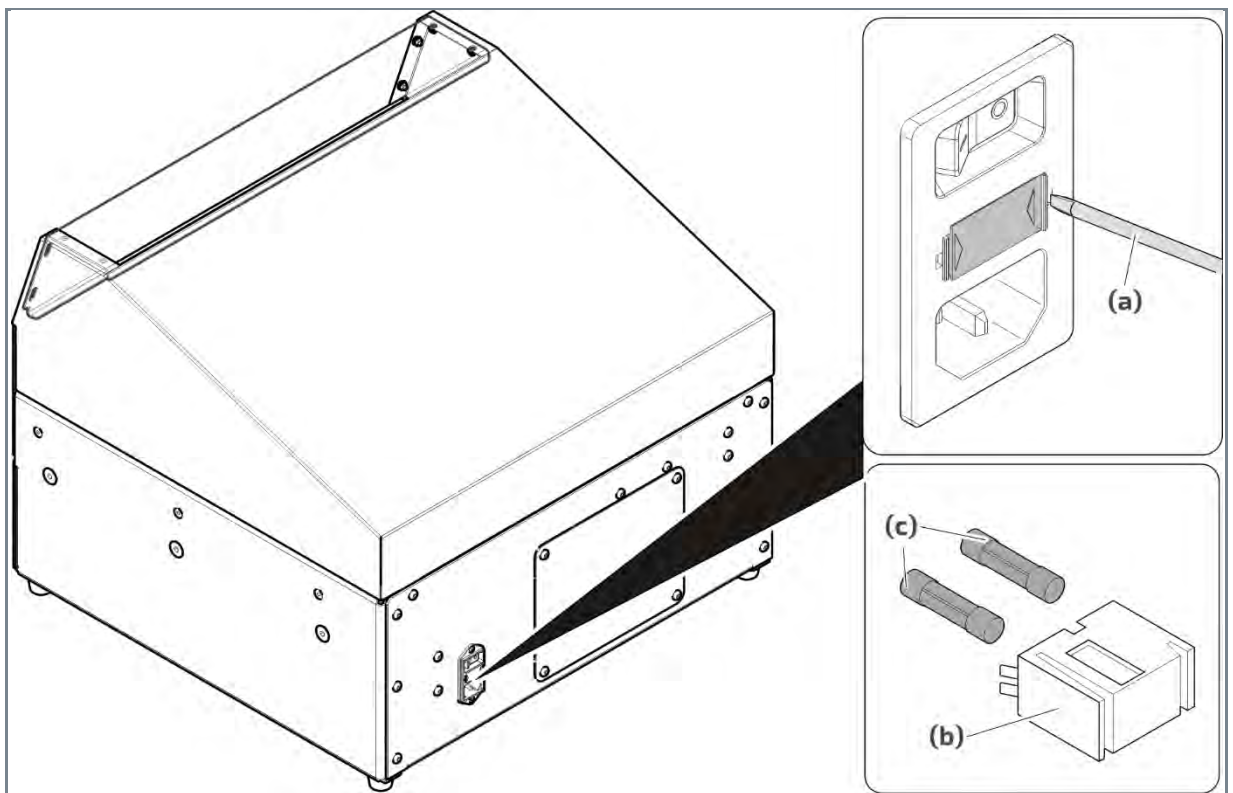
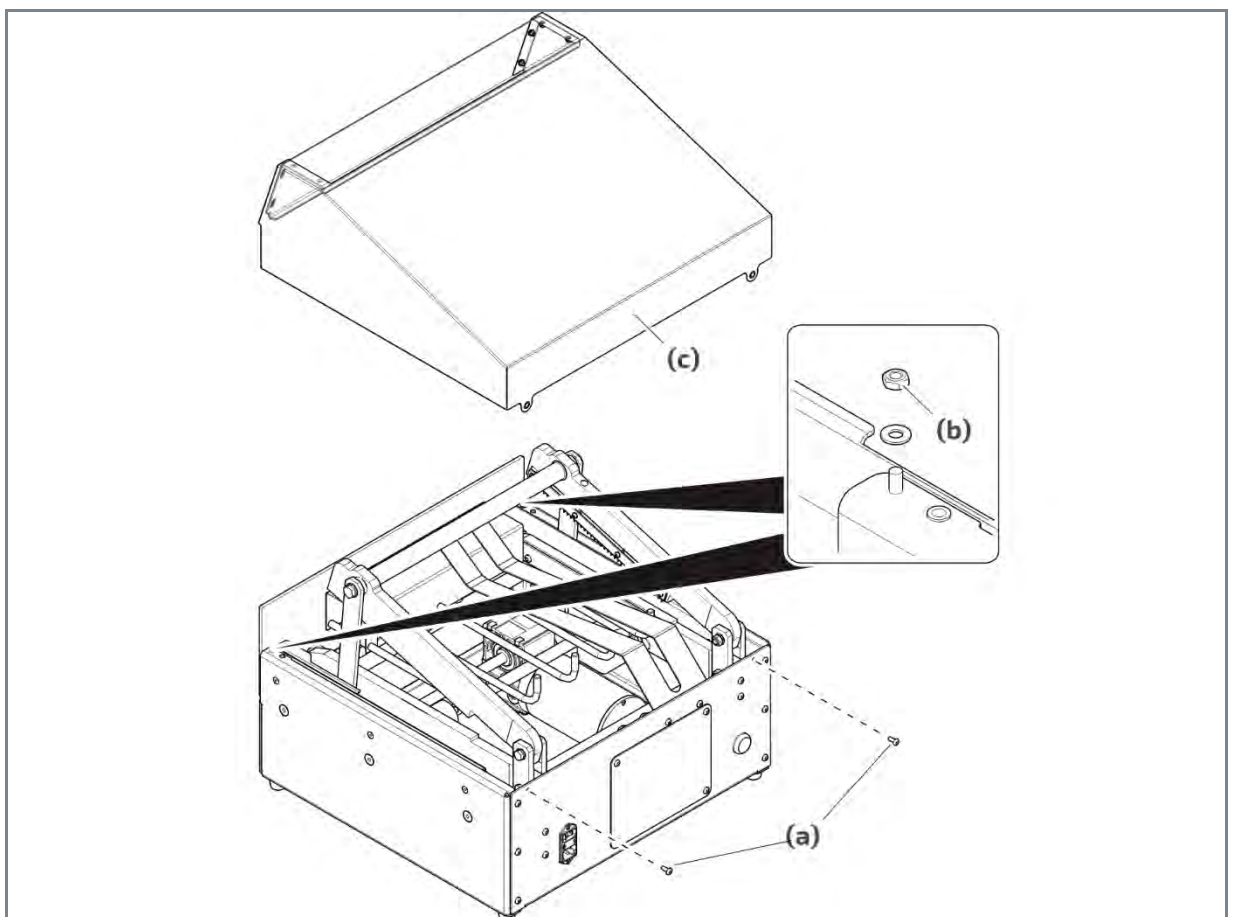

Abb. 9 Sicherungen austauschen
Abb. 11 Innenraum reinigen
4. Entfernen Sie den Gehäusedeckel **Abb. 9 (c)**.
2. Entfernen Sie die zwei M5 Innensechskant Schrauben **Abb. 9 (a)** an der Rückseite.
3. Öffnen Sie das Schubfach und entfernen Sie die zwei M4 Sechskantmuttern inkl. Unterlegscheiben **Abb. 9 (b)**.
5. Entfernen Sie die vier M4 Innensechskantschrauben inkl. Unterlegscheiben **Abb. 9 (d)** und entfernen Sie Klemmleiste **Abb. 9 (e)**.
6. Tauschen Sie das Messer und verschrauben Sie es mit der Klemmleiste **Abb. 9 (e)** und M4 Innensechskantschrauben inkl. Unterlegscheiben **Abb. 9 (d)**.
8. Setzen Sie den Gehäusedeckel **Abb. 9 (c)** auf das Gehäuse und verschrauben Sie ihn mit zwei M4 Sechskantmuttern inkl. Unterlegscheiben **Abb. 9 (b)** und zwei M5 Innensechskant Schrauben **Abb. 9 (a)** an der Rückseite.
2. Entfernen Sie die Sicherungshalterung **Abb. 9 (b)** am Spannungsversorgungsmodul mithilfe eines Schraubenziehers **Abb. 9 (a)**.
3. Entfernen Sie die Sicherungen **Abb. 9 (c)**.
2. Entfernen Sie die zwei M5 Innensechskant Schrauben **Abb. 11 (a)** an der Rückseite.
3. Öffnen Sie das Schubfach und entfernen Sie die zwei M4 Sechskantmutter inkl. Unterlegscheiben **Abb. 11 (b)**.
4. Entfernen Sie den Gehäusedeckel **Abb. 11 (c)**.
6. Setzen Sie den Gehäusedeckel **Abb. 11 (c)** auf das Gehäuse und verschrauben Sie ihn mit zwei M4 Sechskantmutter inkl. Unterlegscheiben **Abb. 11 (b)** und zwei M5 Innensechskant Schrauben **Abb. 9 (a)** an der Rückseite.